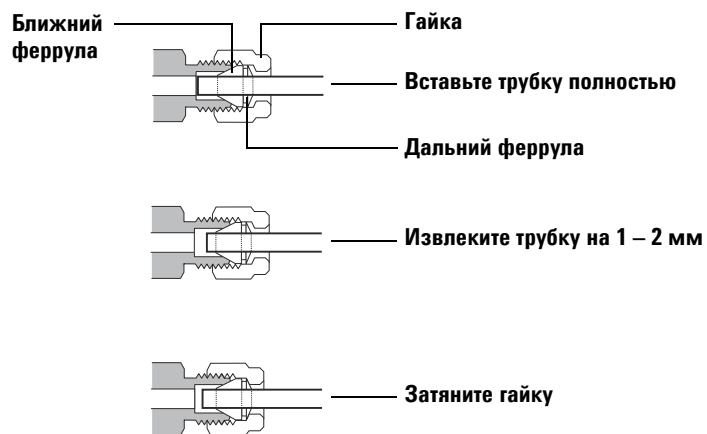

Рис. 10 Вставка трубки
- 5 Полностью вставьте трубку в заглушку, затем извлеките ее приблизительно на 1 – 2 мм (Рис. 10).